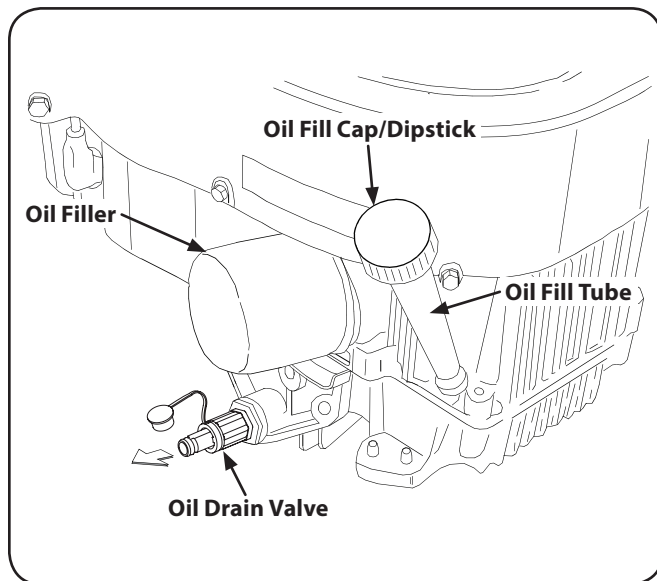

Figura 6-1
3. Si su motor tiene la configuración de la válvula de drenaje de aceite se muestra si la Figura 6-1, consulte Drenar el Aceite sección Válvula de abajo.
1. Pop abrir la tapa protectora en el extremo de la válvula de drenaje del aceite para exponer el orificio de drenaje. Consulte la Figura 6-1. Retire el tapón de llenado/varilla de medición del tubo de llenado de aceite.